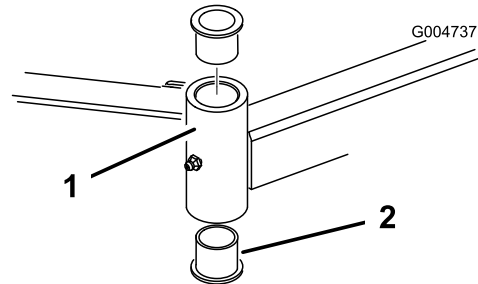

Figura 82
4. Inserte un botador fino en la parte superior o inferior del tubo de montaje y dé golpes hasta que salga el casquillo del tubo (Figura 82).